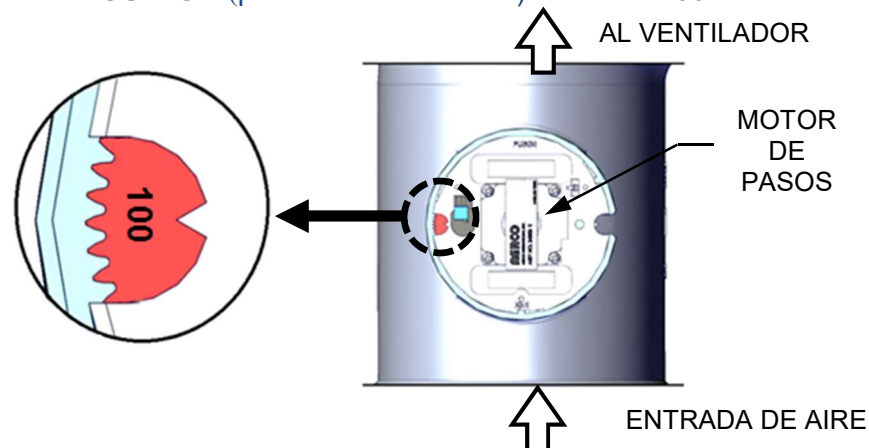

Figura 3-2: Válvula de aire-combustible en posición de purga
- b. La válvula de aire-combustible rota a la posición de purga completamente abierta y cierra el interruptor de posición de purga. El disco en la válvula de aire-combustible (Figura 3-2) marcará 100 para indicar que la válvula está completamente abierta (100%).